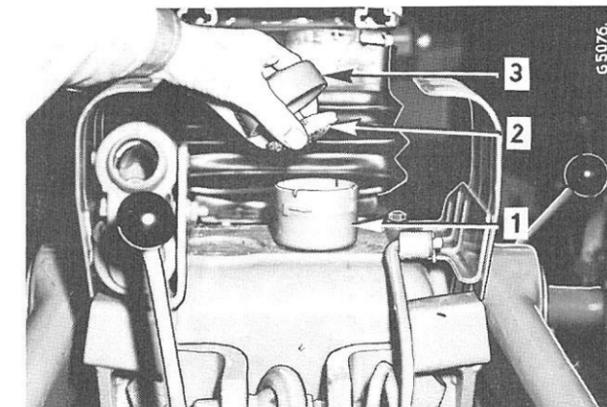

Fig. 76
Nettoyez l'élément filtrant (2), Fig. 76 lors de chaque vidange du système hydraulique. Procédez de la façon suivante :